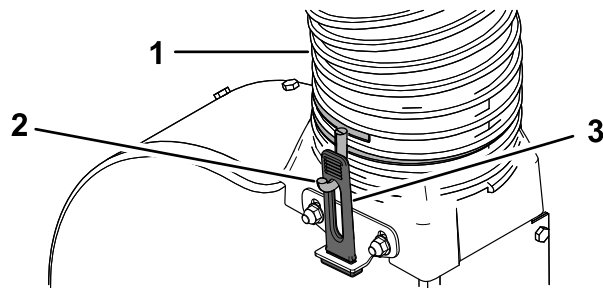

Figura 22
2. Enrosque la abrazadera en el otro extremo de la nueva manguera con 2 o 3 vueltas (Figura 22).
3. Instale la manguera sobre la transición del soplador, de modo que la manguera forme un ángulo de 90 grados desde la tapa. Ajuste la orientación de los ganchos de la abrazadera cuanto sea necesario, de modo que queden alineados con los cierres de goma y fije la manguera estirando los cierres de goma sobre los ganchos (Figura 22).